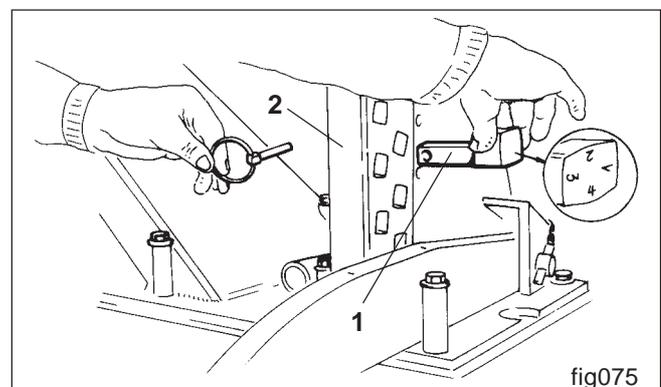

Fig 5.10
Vor dem Abkuppeln der Heckkombination vom Schlepper sind die Tiefenregulierungsbolzen (Fig. 5.10/1) der Bodenbearbeitungsmaschine **ganz oben** in den Absteckholmen (Fig. 5.10/2) abzustecken.
**Beim Umstecken fassen Sie die Tiefenregulierungsbolzen (Fig. 5.10/1) nur so an, daß Sie mit der Hand nie zwischen Bolzen und Tragarm gelangen können. Nach dem Umstecken Bolzen mit einem Klappstecker sichern.**